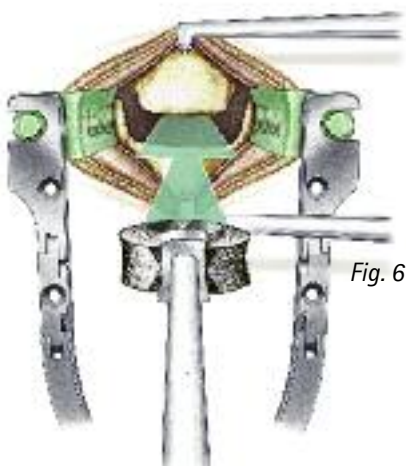

Fig. 6
- Uma vez que CeSpace® está acoplado ao insertor, este pode ser introduzido no espaço intervertebral usando um monitoramento de conversor de imagem (Fig. 6).